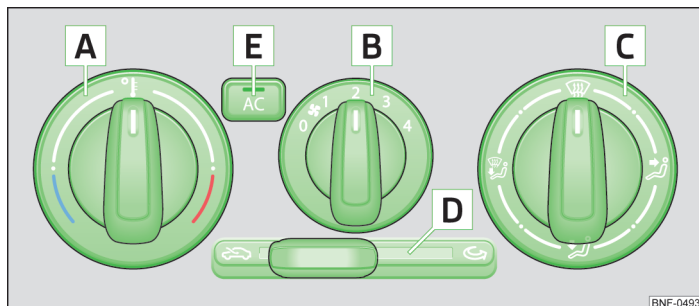

Fig. 65 Sistemul de aer condiționat: Elementele de comandă
- ✓ **(AC) E** » fig. 65 la pagina 59 activat.
- ▶ Rotiți regulatorul rotativ **A** » fig. 65 spre dreapta pentru a mări temperatura.
- ▶ Pentru pornirea ventilatorului, rotiți comutatorul ventilatorului **B** » fig. 65 în una din pozițiile de la 1 la 4.
- ▶ De la regulatorul pentru distribuția aerului **C** » fig. 65 reglați direcția curentului de aer.
- ▶ Apăsăți tasta **(AC) E** » fig. 65.
- ▶ Lampa de control de pe tasta **(AC) E** » fig. 65 luminează după cuplare, chiar dacă nu sunt îndeplinite toate condițiile pentru funcționarea instalației de răcire. Astfel este semnalizată disponibilitatea răcirii, pentru momentul când se vor îndeplini toate condițiile necesare funcționării.
» Împingeți cursorul **D** » fig. 65 la pagina 59 în poziția